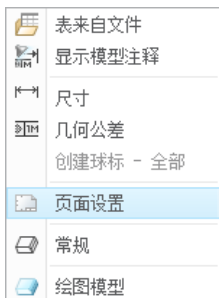

图 9.1.1 快捷菜单
Step1. 选择 **布局** 功能选项卡 **文档** 区域中的  **页面设置** 命令，或在幅面上任意一点右击，在系统弹出的图 9.1.1 所示的快捷菜单中选择 **页面设置** 命令，系统弹出图 9.1.2 所示的“页面设置”对话框。